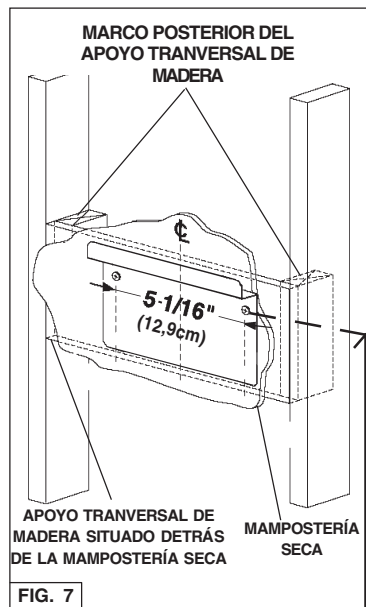

FIG. 7
1. Construya una **estructura de madera** en la pared que quedará nivelada con la parte interior de los tacos en la pared. Fig.7.